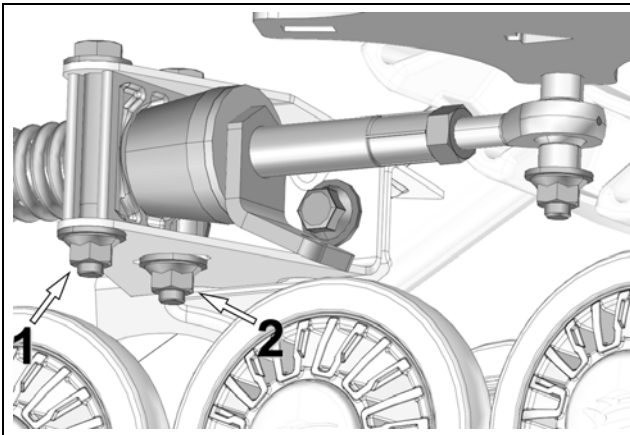

Abbildung 16
- Schrauben des Verdrehsicherungsbügel (1) und (2) mit einem Anzugsmoment von 50 Nm [37 lb-ft] festziehen. Siehe Abbildung 16.